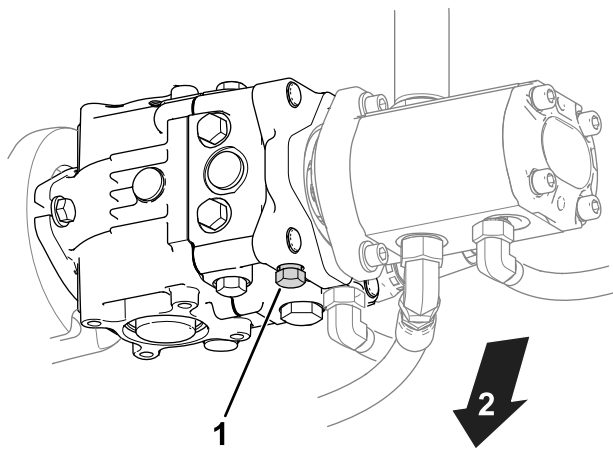

Figura 25
1. Individuate la valvola di bypass sulla pompa (Figura 25).